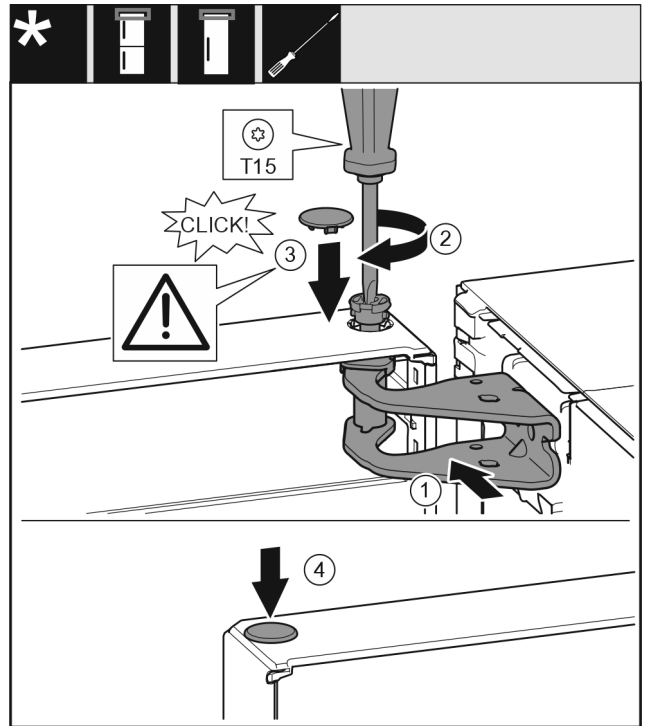

Fig. 25
- ▶ 将冰箱门的上方对准托架 Fig. 25 (1)中的开口。
- ▶ 放入螺栓 Fig. 25 (2)并用螺丝刀拧紧。
- ▶ 装入盖板 Fig. 25 (3)。
- ▶ 检查盖板 Fig. 25 (3)是否紧贴在冰箱门上。
- ▶ 装入盖板 Fig. 25 (4)。